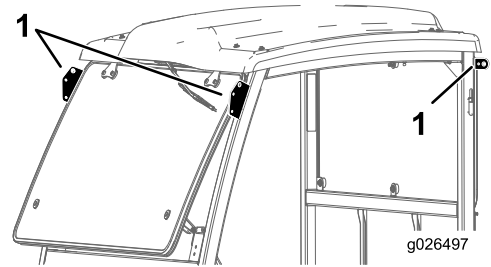

Figure 7
2. Levez le cadre de la cabine par les points de levage et placez-le sur la machine (Figure 7).